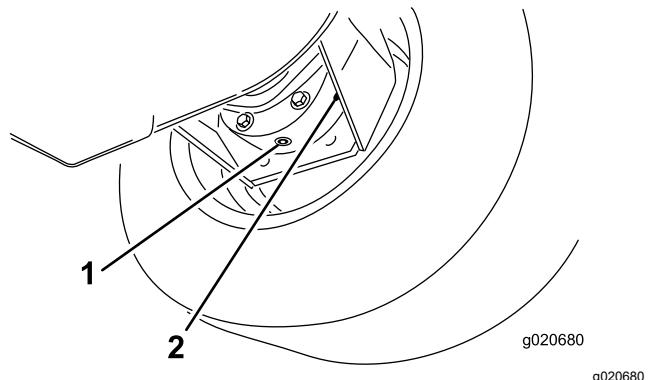

図 105
- ブレーキハウジングの下に容器を置き、プラグを外してオイルを抜く図 105。